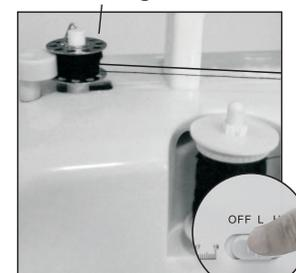
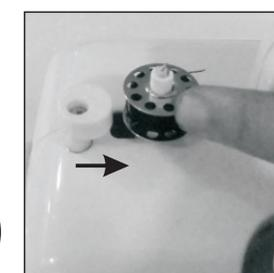

Fig.15
Fig.16
- (5) Encienda la máquina para iniciar el bobinado (Fig.15).
- (6) Cuando la cantidad de hilo que usted desea ya fue enrollado en la bobina, apague la máquina para detener el devanado.
- (7) Empuje la bobina lejos del tope del enrollador de bobina, Saque la bobina del pasador y corte el hilo (Fig.16).